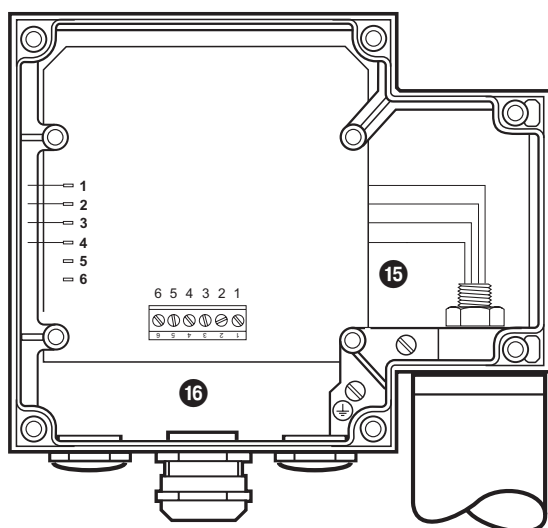

Fig. 14
2. Dra av kabelskorna från flatstiften. **Fig. 14**
3. Lossa muttern 15 med 19 mm öppen nyckel. Skruva inte av den helt! **Fig. 14**